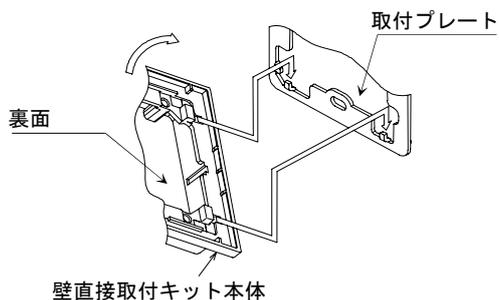

図9 壁直接取付キット本体の取付
- (1) 取付プレートを壁内のボックスカバー(JIS C8340:1999アウトレットボックス用取付寸法66.7mm)に取り付けます。
- (2) 取付プレートに壁直接取付キット本体を取り付けます。(図9参照)
- (3) 本体ユニットの出力リード線と外線(負荷側)を接続します。
- (4) 本体のカバーを外し、本体の付属ねじ(M3、L=16)4個を用いて、本体ユニットを壁直接取付キット本体に取り付けます。